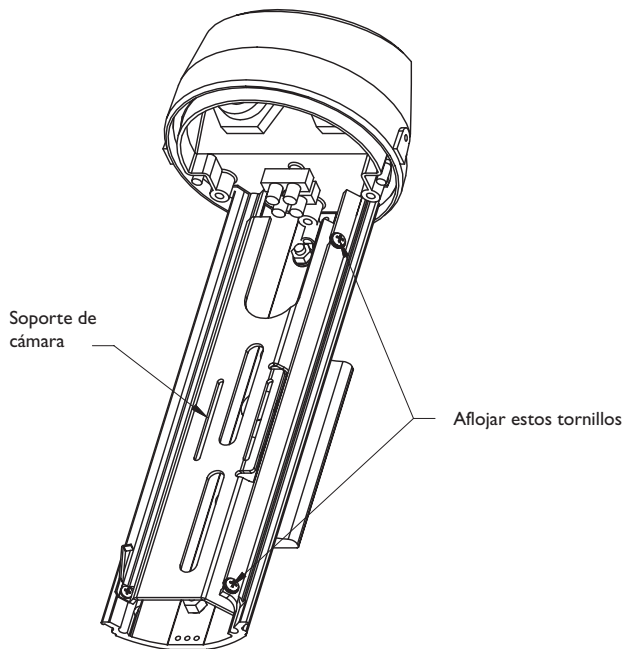

FIGURA 3: Retirada del soporte de la cámara
1. Afloje los dos tornillos que sujetan el soporte de la cámara a la base. No es necesario retirarlos completamente. Vea la Figura 3.